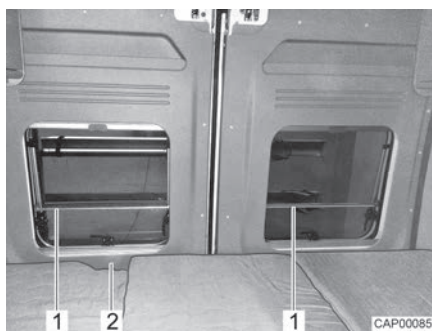

Bild 38 Fallskydd (längsgående bakre säng)
- ▷ Bakdörrarnas fönster är utrustade med ett fallskydd (Bild 38,1). Bakdörren kan öppnas inifrån via dörrhandtaget (Bild 38,2).